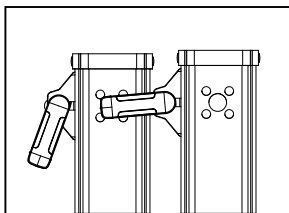
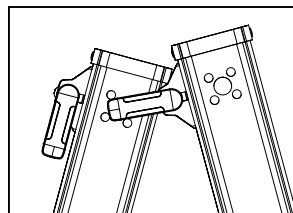

Figura 8
Figura 9
- 4) Baje la sección exterior de escalera con los sujetadores "J" desenganchados (vea la Figura 8) mientras separa las dos secciones para formar el segundo caballete requerido para la posición de andamio. Vea la Figura 9.